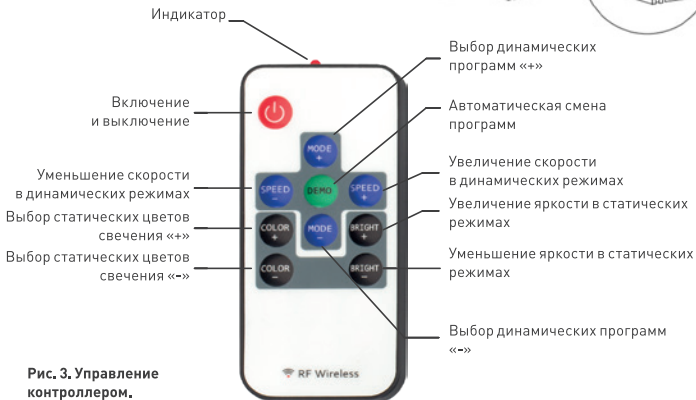

Рис. 3. Управление контроллером.
3.8. Проверьте управление (Рис. 3).